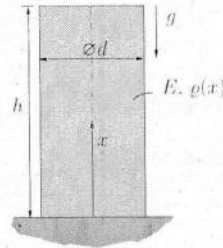

Abbildung 4.3: Senkrechter Stab mit inhomogener Massendichte
- 4.2) Gegeben sei ein zylindrischer senkrecht stehender, schlanker Stab, der durch sein Eigengewicht belastet ist (Abb. 4.3). Die Höhe h , der Durchmesser d , der Elastizitätsmodul E , die Erdbeschleunigung g sowie die Funktion der inhomogenen Dichte